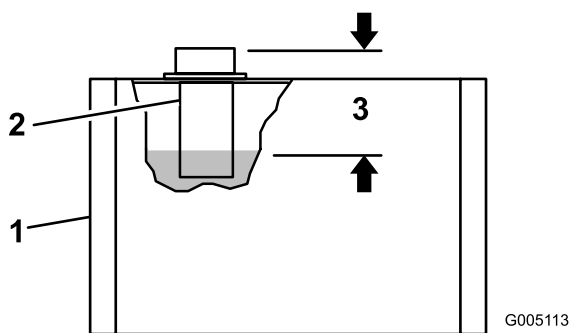

Bild 21
2. Nehmen Sie den Deckel vom Tank ab und prüfen Sie den Ölstand. Der Ölstand darf ungefähr 9 cm unter der Oberseite des Einfüllstutzens stehen (Bild 21).